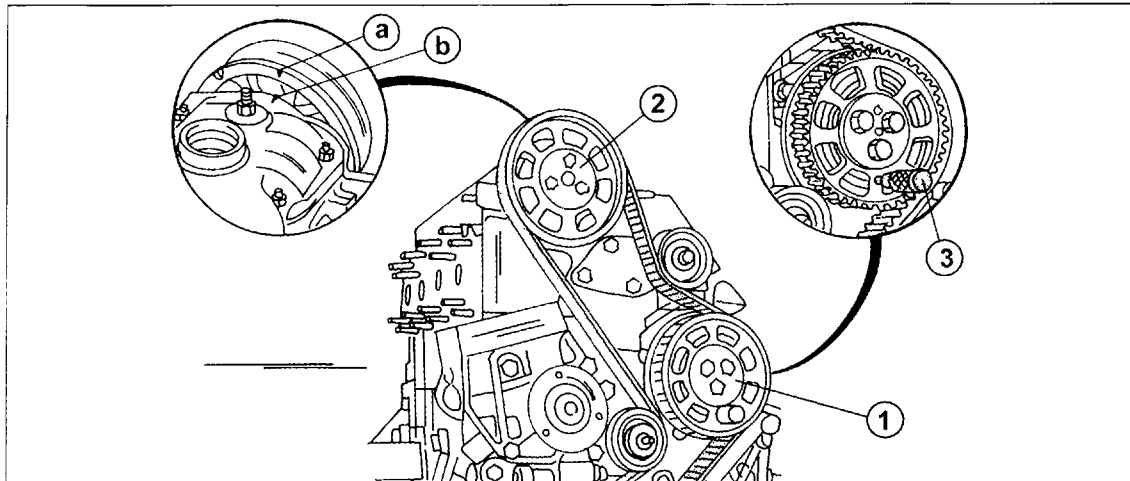

Bild 47
- Die Antriebsriemenscheibe der Einspritzpumpe muss jetzt gegen Verdrehung arretiert werden. Ein Bolzen geeigneten Durchmessers wird in das Rad der Pumpe eingeschoben, wie es aus Bild 47 ersichtlich ist, wenn die Marken „a“ und „b“ am Steuerrad der Nockenwelle und am Ventildeckel in einer Linie stehen. Der Spanner für den Zahnriemen muss jetzt in der unten beschriebenen Weise arretiert werden.